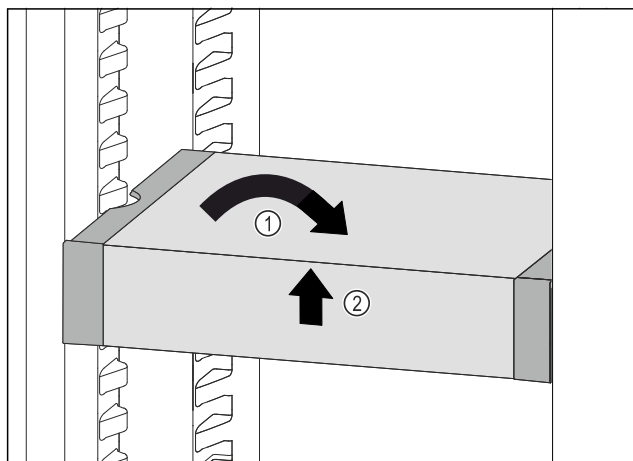

Fig. 90
- ▶ Placer VarioSafe lige. Fig. 90 (1)
- ▶ Løft VarioSafe op foran. Fig. 90 (2)